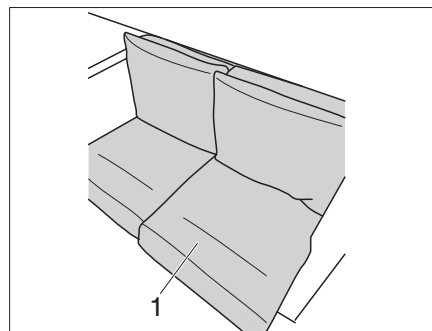

Fig. 220 Colocar cojín
El cojín del asiento (Fig. 220,1) tiene un refuerzo de plástico en la parte posterior.
- Colocar el cojín del asiento (Fig. 220,1) con refuerzo en el lado derecho.